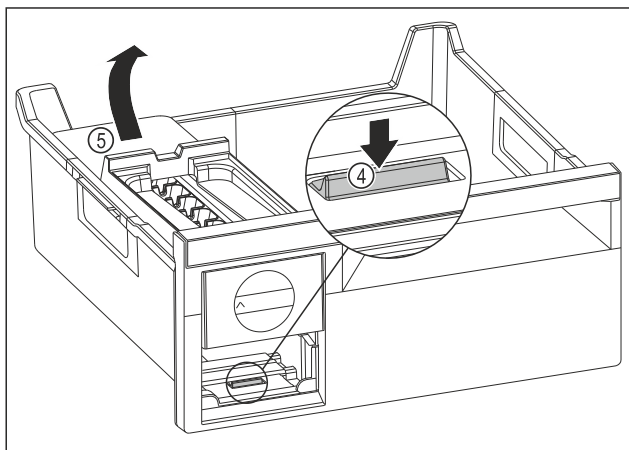

Fig. 144
- ▶ Odoberte korpus EasyTwist-Ice: Strmeň Fig. 144 (4) zatlačte prstom nadol a súčasne druhou rukou zdvihnite zozadu korpus EasyTwist-Ice Fig. 144 (5).